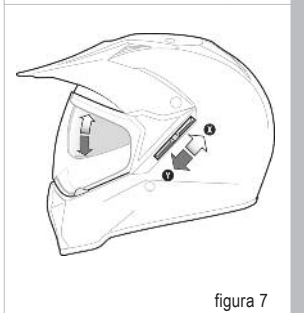

figura 7
Véase figura 7
**El accionamiento de la visera parasol interna se efectúa mediante el botón situado en la parte lateral izquierda del MX Tourer (Véase la figura 7).**